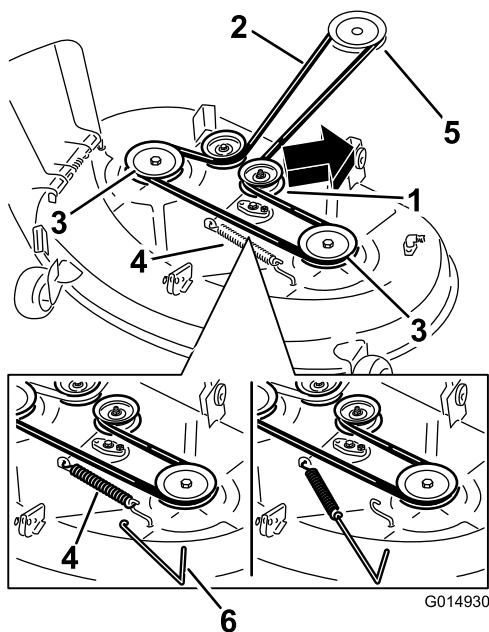

Figure 60
4. À l'aide d'un outil de dépose de ressort (réf. Toro 92-5771), décrochez le ressort du crochet sur le plateau pour éliminer la tension sur la poulie de tension et déchaussez la courroie des poulies (Figure 60).
6. À l'aide d'un outil de dépose de ressort (réf. Toro 92-5771), accrochez le ressort à l'ergot sur le plateau de coupe pour tendre la poulie de tension et la courroie de plateau de coupe (Figure 60).